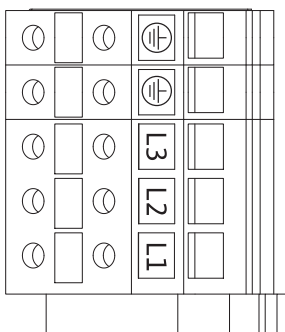

Fig. 26: Effektterminaler (nettklemmer)
- Effektterminaler (nettkoblingsterminaler) (fig. 26)